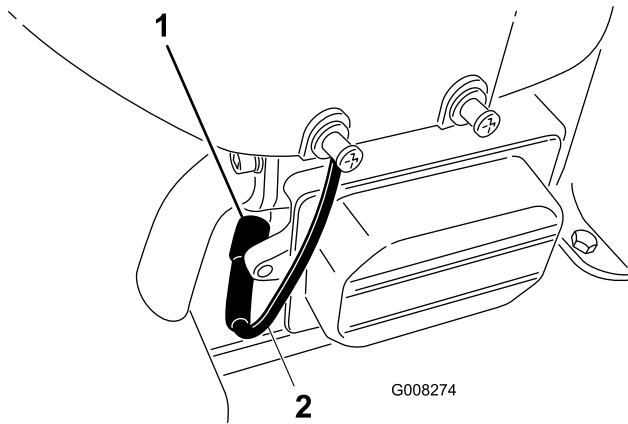

Figure 24
6. Débranchez la bougie (Figure 24).
8. Enlevez la bougie et la rondelle métallique (Figure 24).
3. Branchez la bougie (Figure 24).